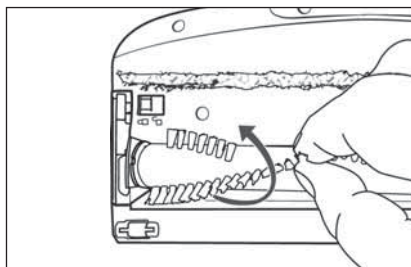

Fig. 27
- 3) Retirez le rouleau brosse **21** par les poils de la brosse de sol **22**. Tournez légèrement le rouleau brosse **21** pour pouvoir le retirer plus facilement (voir fig. 27).